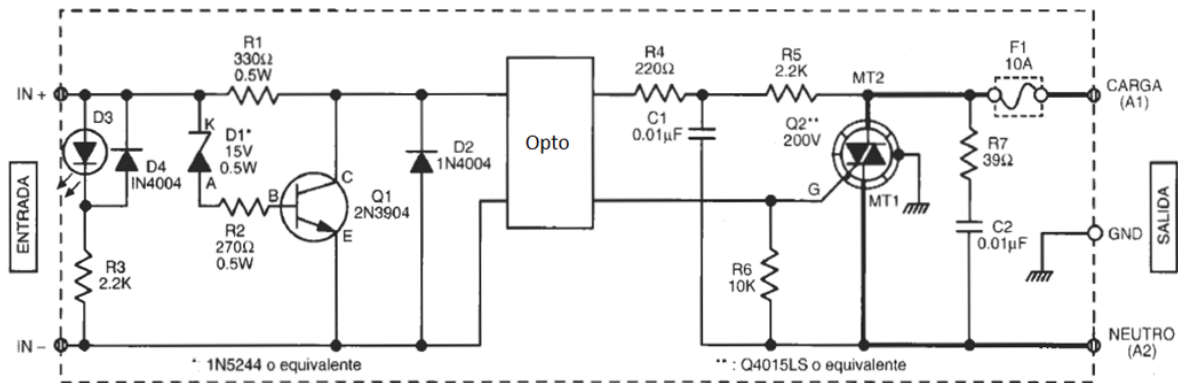

Figura 2. Relé de estado sólido.
1. Arme el circuito de la Figura 2 utilizando como carga un bombillo de 100W-120V. Indique la razón por la que se requiere corregir la simulación del optotriac con detección de cruce por cero por medio del Arduino. Los componentes utilizados en el circuito son:
4. ¿Cuál es la función de D_1 , D_2 , D_4 y Q_1 en la figura 2?